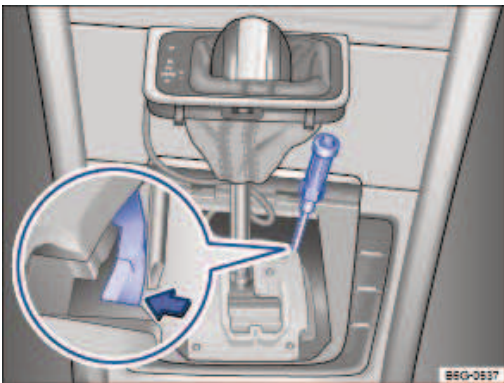
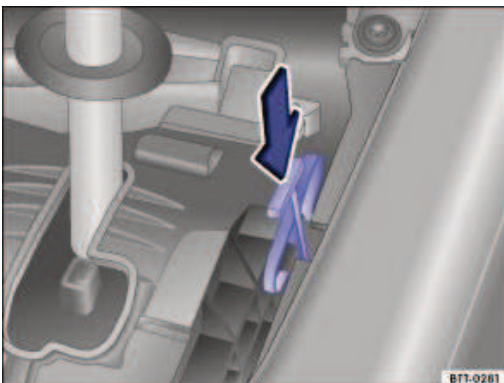

Fig. 120 Sous le cache de la grille de guidage : déverrouillage d'urgence (variante 1).
Fig. 121 Sous le cache de la grille de guidage : déverrouillage d'urgence (variante 2).
- Tirez avec précaution le cache vers le haut dans la zone du soufflet du levier sélecteur, les câbles électriques restant branchés → *Fig. 120*.
- À l'aide de la lame plate du tournevis compris dans l'outillage de bord, poussez avec précaution le levier de déverrouillage dans le sens de la flèche et maintenez-le dans cette position → *Fig. 120* (variante 1) ou poussez le levier de déverrouillage dans le sens de la flèche et maintenez-le dans cette position → *Fig. 121* (variante 2).